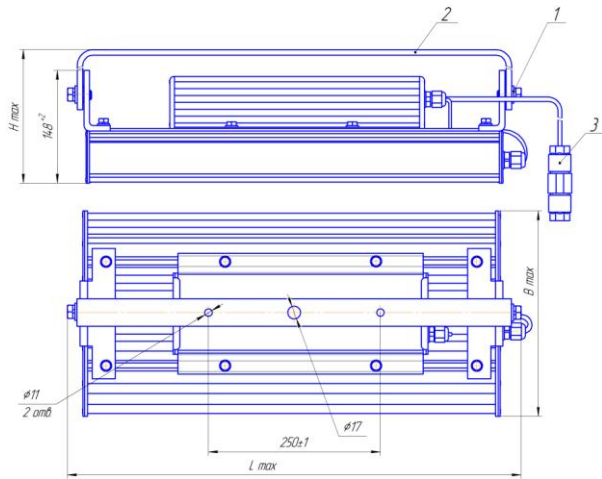
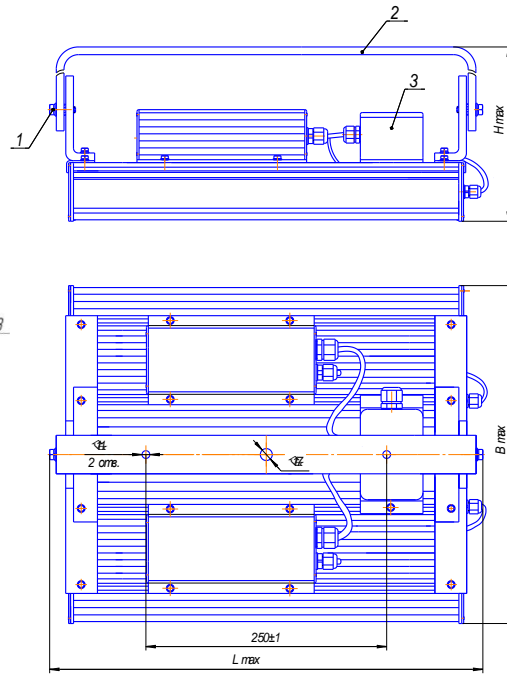
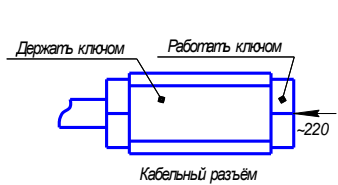

Рис. 1
Рис.2
Рис. 6
— для светильников: мощностью 80-240 Вт (рис.1) и мощностью 320-500Вт (рис.2):
б) - для светильников: мощностью 80-240 Вт сетевой кабель подключить к кабельному разьему (3) рис.6 согласно схеме рис. 1а ; 1б;
- для светильников мощностью 320-500Вт снять крышку с распределительной коробки «СЕТЬ»(3), пропустить питающие и заземляющий провода через кабельный ввод и подключить к клеммам «Wago» согласно схемы рис.2а, закрыть крышку распределительной коробки светильника;
Рис.1а
Рис.1б
Рис.2а